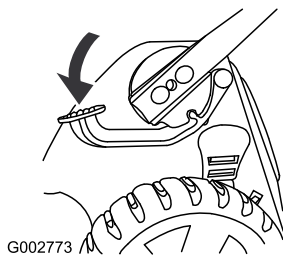

Bild 48
1. Treten Sie auf das Pedal und halten Sie es gedrückt (Bild 48).